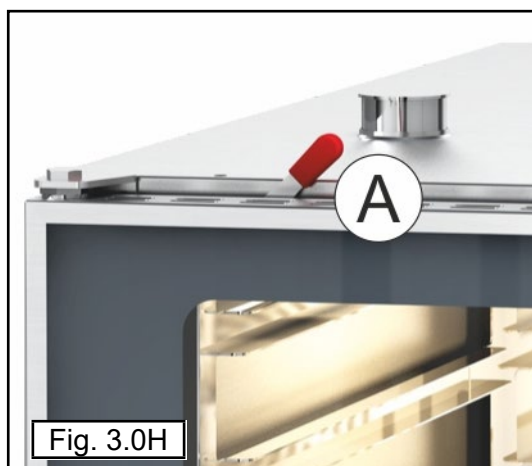

Fig. 3.0H
3.0H Ontluchtingsventiel ovenruimte: heeft de functie om de luchtvochtigheid in de ovenruimte te reguleren en wordt handmatig geactiveerd met behulp van het knopje (A) dat zich boven de deur bevindt. (Afb. 3.0H).